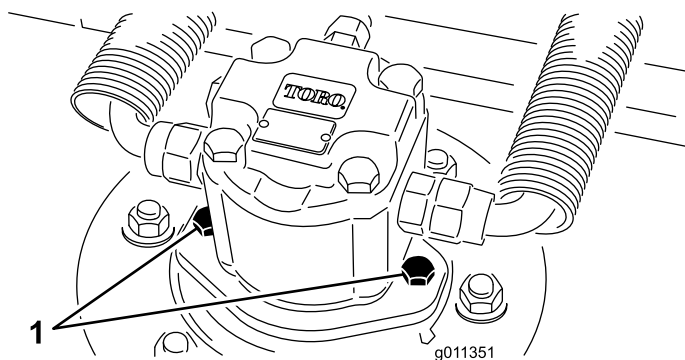

Figura 98
2. Desligue e retire o motor hidráulico da plataforma (Figura 98). Cubra a parte superior do eixo para não o sujar.
3. Instale o motor hidráulico na plataforma (Figura 98). Verifique se o anel de retenção está posicionado corretamente e não está danificado.